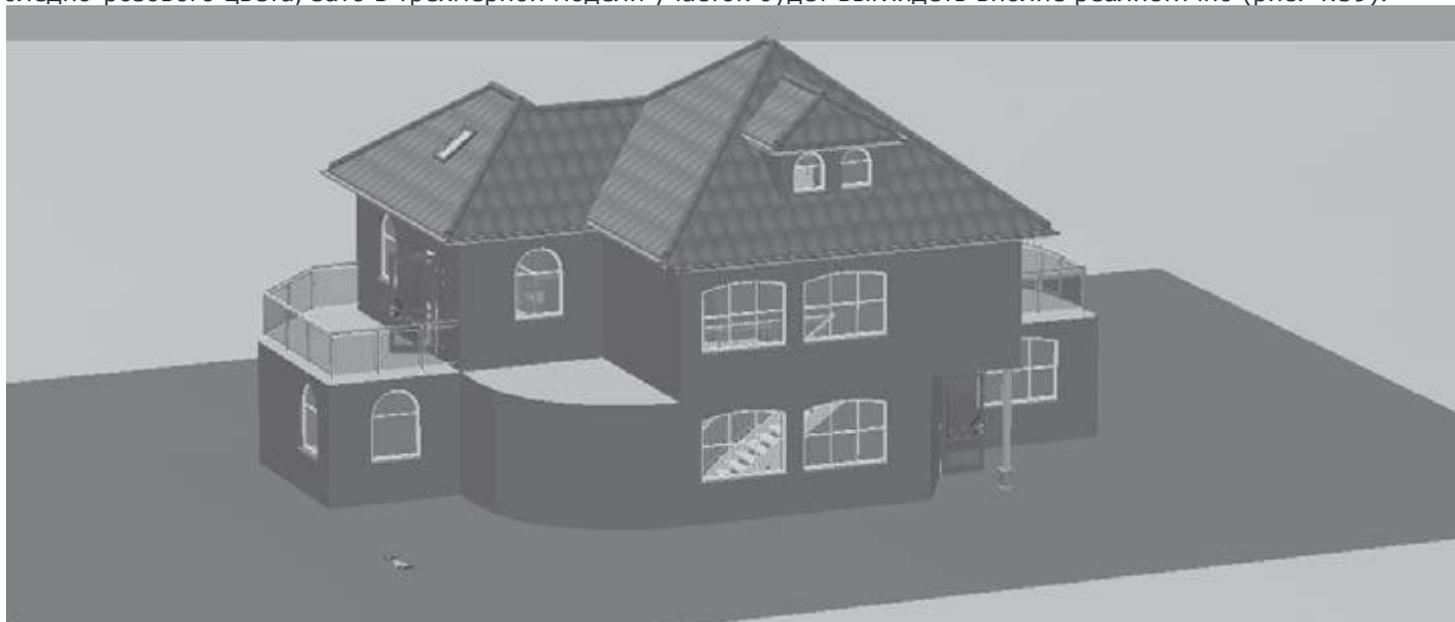

Рис. 4.59. Представление земельного участка в трехмерной модели
5. Нажмите кнопку ОК, чтобы завершить создание земельного участка. На чертеже он будет обозначен штриховой линией бледно-розового цвета, зато в трехмерной модели участок будет выглядеть вполне реалистично (рис. 4.59).